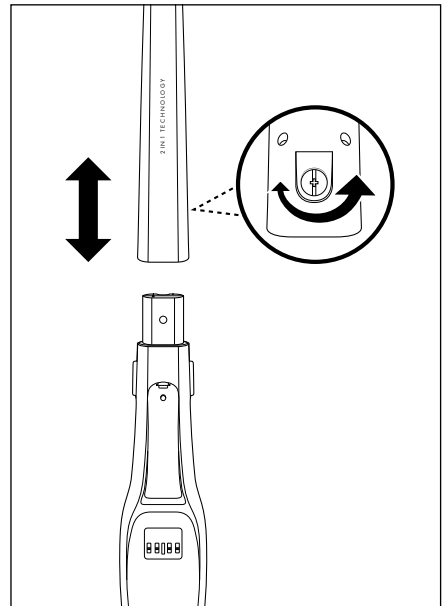

Fig. 1
- 1) Dévissez la vis ① à l'arrière sur le manche ⑩ avec un tournevis dans le sens antihoraire. Sortez la vis ① de l'ouverture de vis sur le manche ⑩.
- 2) Insérez le manche ⑩ sur le support du manche sur l'appareil. Glissez le manche ⑩ entièrement sur le support du manche, jusqu'à ce qu'il soit bien fixé sur l'appareil. (Fig. 1).
- 3) Repositionnez la vis ① dans l'ouverture de vis à l'arrière du manche ⑩. Serrez la vis ① dans le sens horaire avec un tournevis (fig. 1).